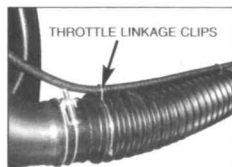
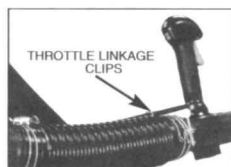

Fig. 5
Fig. 6
4. Il y a des attaches pour le câble d'accélérateur (n°24 sur votre schéma) aux deux extrémités du tube flexible afin de maintenir le câble d'accélérateur. (Voir Fig. 5 et Fig. 6)